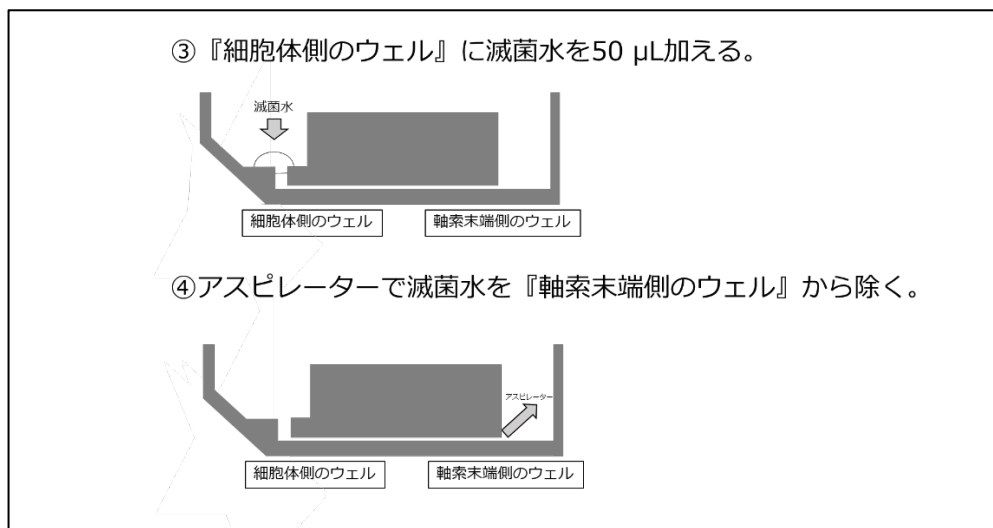

図4. Aチップの断面図のイメージ、滅菌水の加え方、除き方
- ③『細胞体側のウェル』に50 μ Lの滅菌水を入れて下さい(図4)。
- ④『軸索末端側のウェル』の流路側から滅菌水をアスピレーターで除いて下さい。そのあと、各ウェルに滅菌水が残っていないか確認してください。残っていれば、アスピレーターで除いて下さい(図4)。